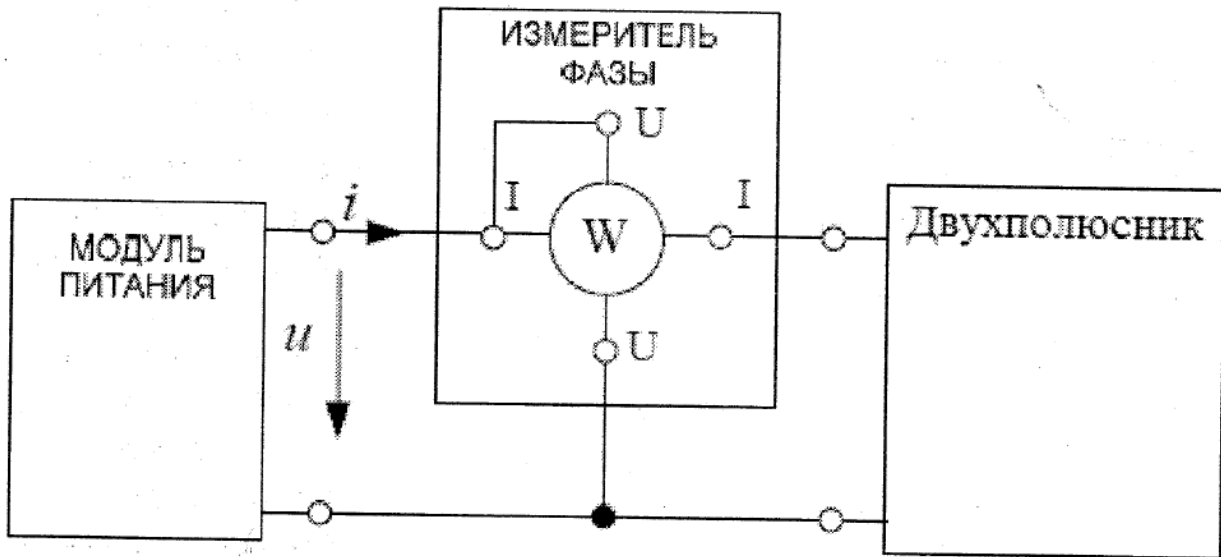

Рис. 3. Экспериментальная схема
- 2) Собрать электрическую цепь по схеме, приведенной на рис. 3. В качестве источника питания используется источник переменного напряжения модуля питания. Подключить к схеме двухполюсник R-L-C.